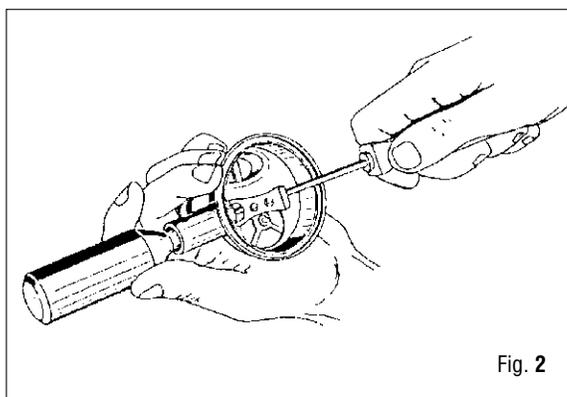

Fig. 2
6. Posicione correctamente la leva de regulación en la ranura de la caja de la segunda etapa (32), coloque la arandela (34) en el vástago de la válvula y atornille la tuerca de regulación (33) algunas vueltas, usando la llave especial (B-12). (Fig. 2)